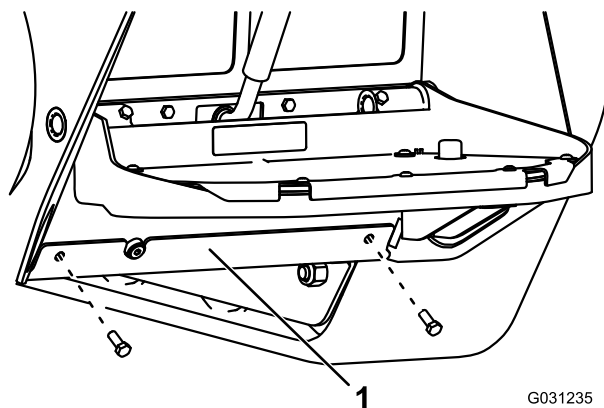

Рисунок 59
3. Выверните два болта крепления нижней пластины и снимите нижнюю пластину (Рисунок 59).
7. Установите нижнюю пластину (Рисунок 59).